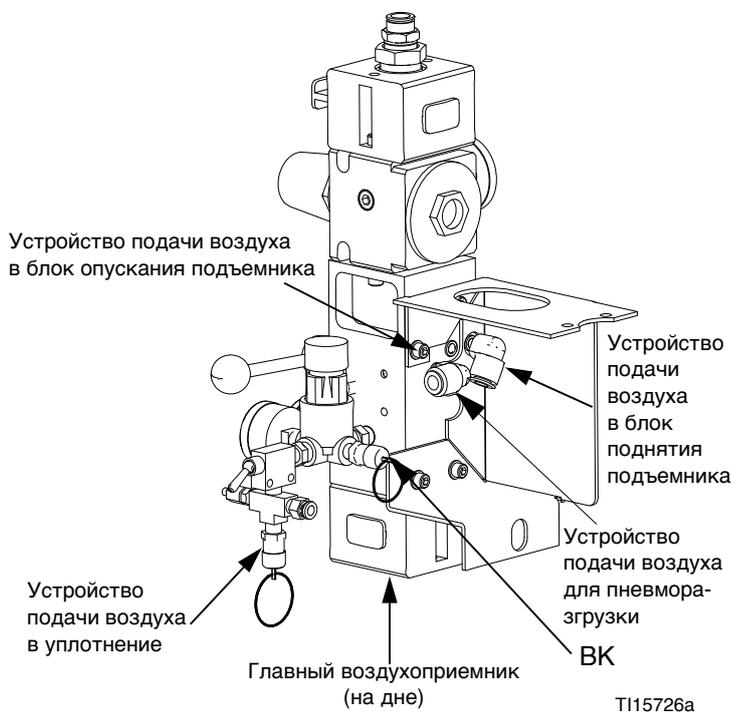
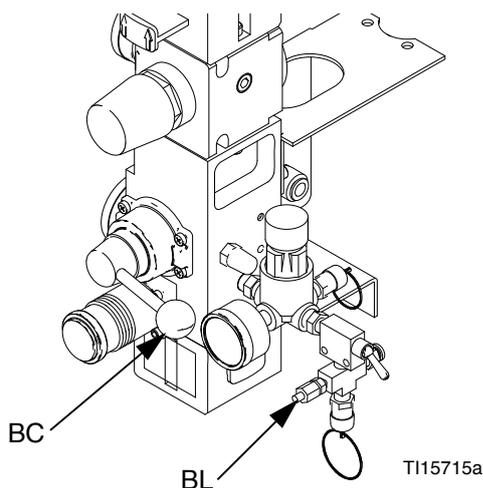

Рис. 3. Модули управления потоком воздуха
Рис. 4. Переливной клапан уплотнения и шумоглушитель с клапаном
- H Закрытый модуль управления потоком воздуха (см. Рис. 3; также выпускается открытый модуль управления воздухом.)
См. Рис. 3. Размер воздухоприемника в закрытом модуле управления потоком воздуха составляет 1/2 npt(f), а в открытом — 3/4 npt(f). В число встроенных средств управления потоком воздуха входят следующие.
- **Переливной клапан уплотнения (ВЛ).** Данный клапан стравливает воздух из надувного уплотнения для сужения барабана. Место расположения клапана в системе с открытым модулем управления потоком воздуха см. на Рис. 3. При наличии закрытого модуля управления потоком воздуха клапан располагается внутри коробки с модулем. См. Рис. 4, стр. 16.
См. Рис. 3. Переведите выключатель пневмодвигателя (BF) в положение OFF («Выкл.»).
См. Рис. 3. Закройте золотниковый клапан пневмодвигателя (BF).
2. Переведите регулятор подачи воздуха в блок управления подъемником на ноль. Установите переключающий клапан блока управления подъемником (BC) в положение DOWN («Вниз»). В результате подъемник медленно опустится.
4. Переведите выключатель надувного уплотнения (BJ) в положение OFF («Выкл.»).
6. Закройте главный воздушный клапан (BA).
ПРИМЕЧАНИЕ. При наличии закрытого модуля управления потоком воздуха нужно выполнить следующие действия. Для увеличения или уменьшения скорости хода пластины подъемника вниз отрегулируйте положение клапана на шумоглушителе (BN) в коробке управления. См. Рис. 4, стр. 16.
См. Рис. 3, стр. 12.